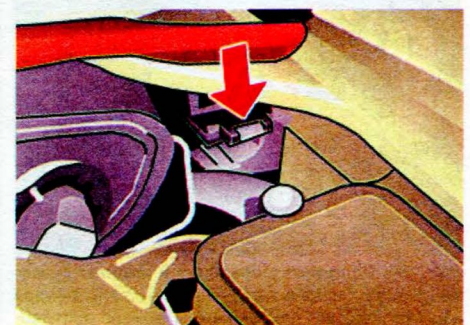

Рис. 18. Фиксатор корпуса указателя поворота
- нажать вниз на фиксатор корпуса указателя поворота и вынуть вперед корпус (рис. 18);